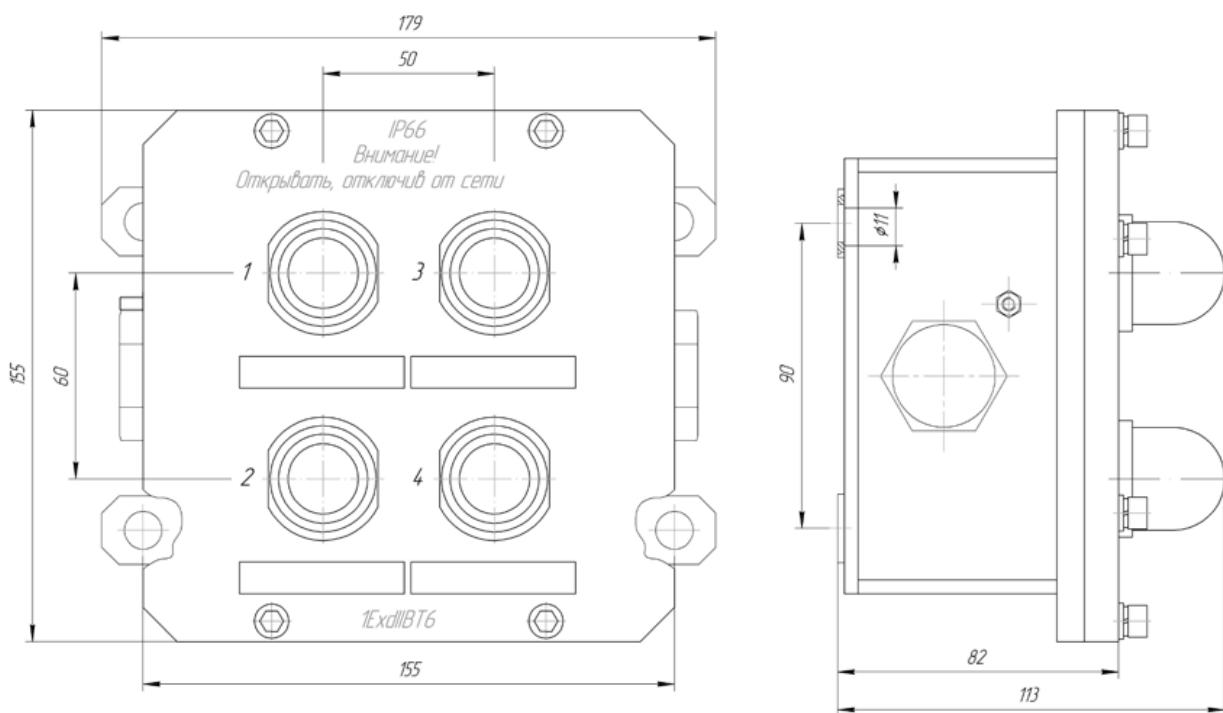

Рис. 6 Пост управления кнопочный ExПКУ1-4. Габаритные размеры и нумерация расположения элементов.
Пост ЕхПКУ1 с максимальным количеством элементов управления 4 (рис.6), материал корпуса качественная углеродистая сталь с антикоррозионным покрытием (С) с кабельными вводами для открытой прокладки кабеля (К) с максимальным диаметром по поясной изоляции 14 мм (14).